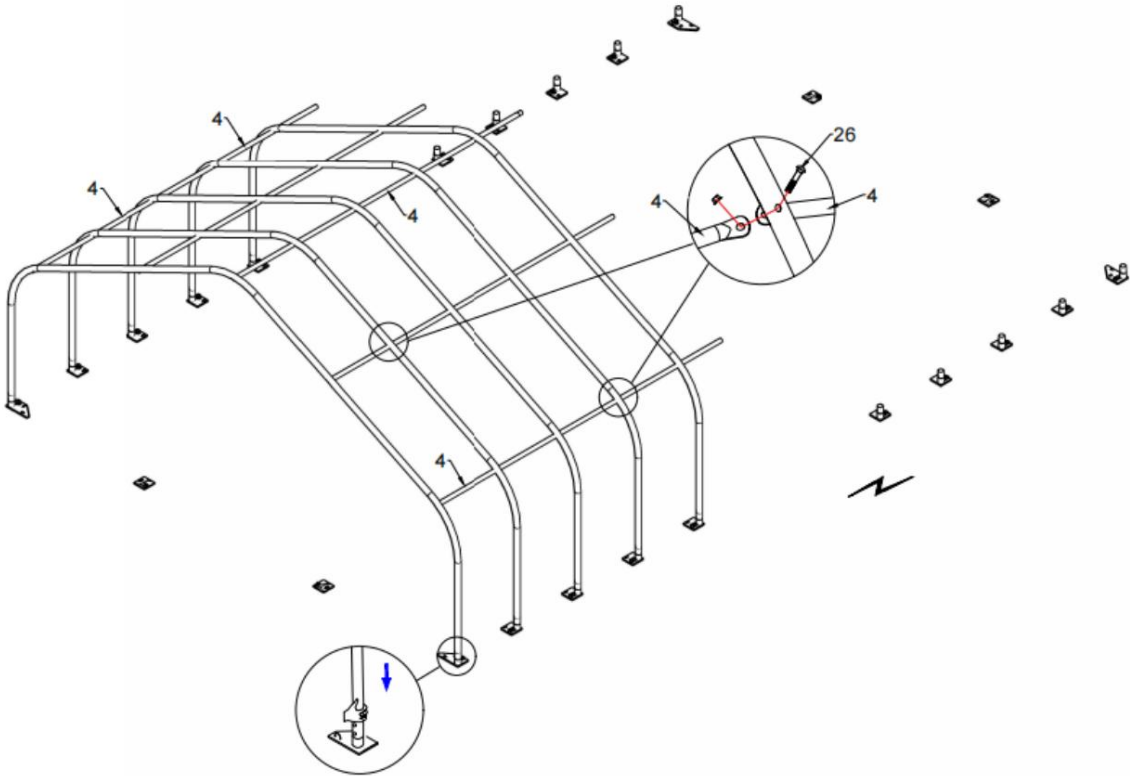

Figure 3
3.2 Comme indiqué sur la figure 3, fixer la panne (n° 4) à l'aide d'un boulon de carrosserie M12*110 (n° 26).